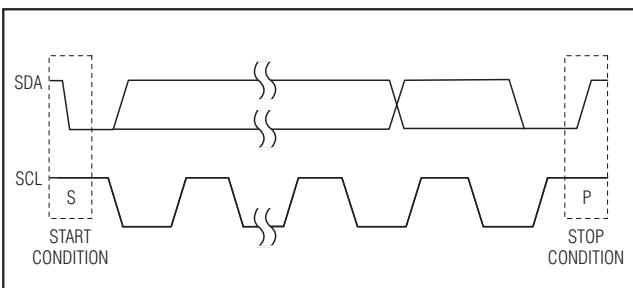
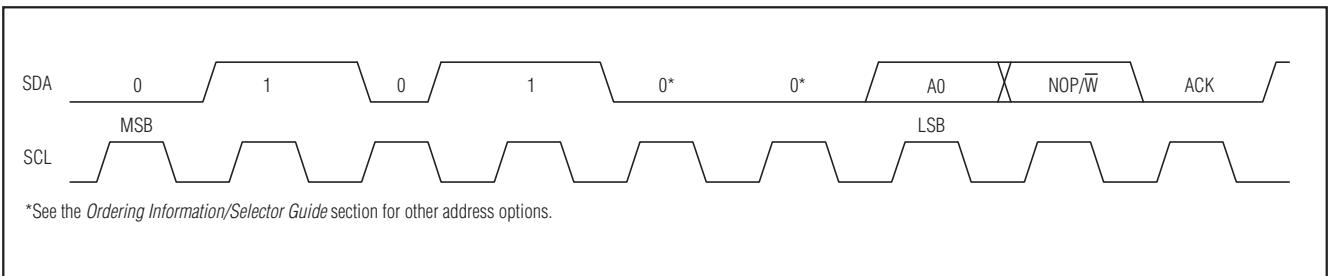
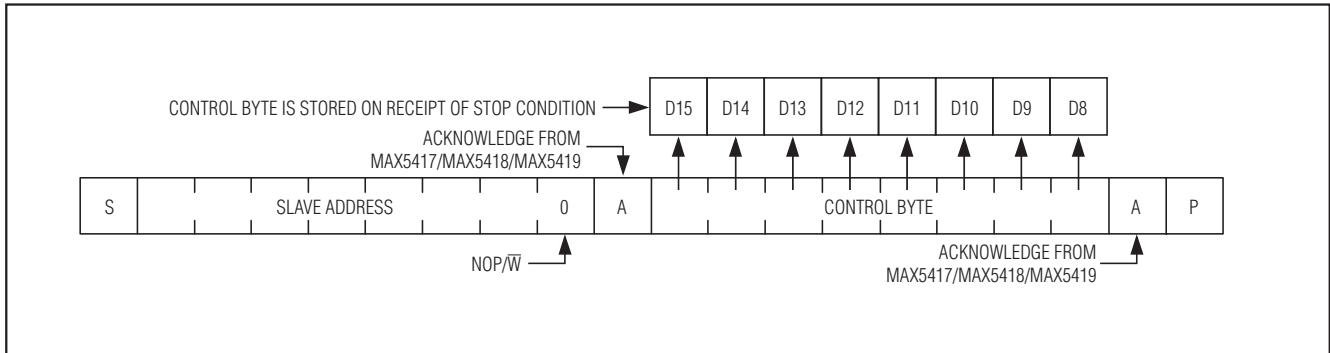
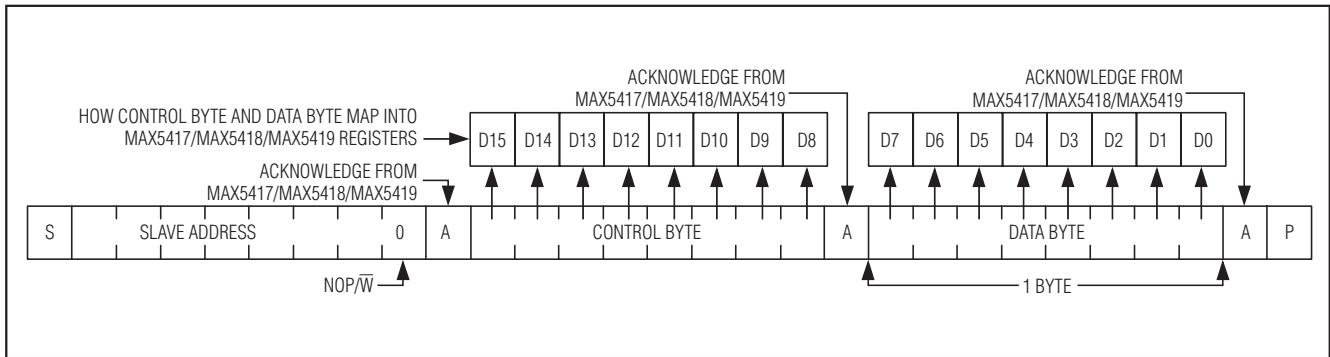

图3. 启动条件和停止条件
图4. 从地址
图7. 接收到的命令字节
图8. 接收到的命令和单个数据字节
每次数据传输先由主机发送START (S)条件(图3)，然后发送MAX5417/MAX5418/MAX5419的7位从地址和第8位(图4)，1个命令字节(图7)和1个数据字节，最后是STOP (P)条件(图3)。
接口不工作时SCL和SDA均为高。主机发送START条件开始数据传输，即SCL为高电平时SDA出现由高至低的下降沿。当主机完成与从机的通信后发送STOP条件，即在SCL为高电平时SDA出现由低至高的上升沿。然后释放总线，进行另外的传输(图3)。
MAX5417/MAX5418/MAX5419具有7位从地址(图4)。紧随7位从地址的第8位是NOP/W位，NOP/W位置低表示写操作，置高表示空操作。
向MAX5417/MAX5418/MAX5419写入数据时，传输内容包括器件从地址字节(第8位置零)和至少一个字节的信息(图7)。第1个信息字节为命令字节，命令字节之后是数据字节。第一个数据字节按照命令字节的选择写入MAX5417/MAX5418/MAX5419内部寄存器(图8)。